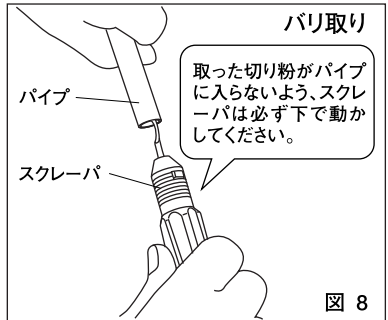

図 8
- ③切断面のバリをスクレーパで取り除いてください。(図8)